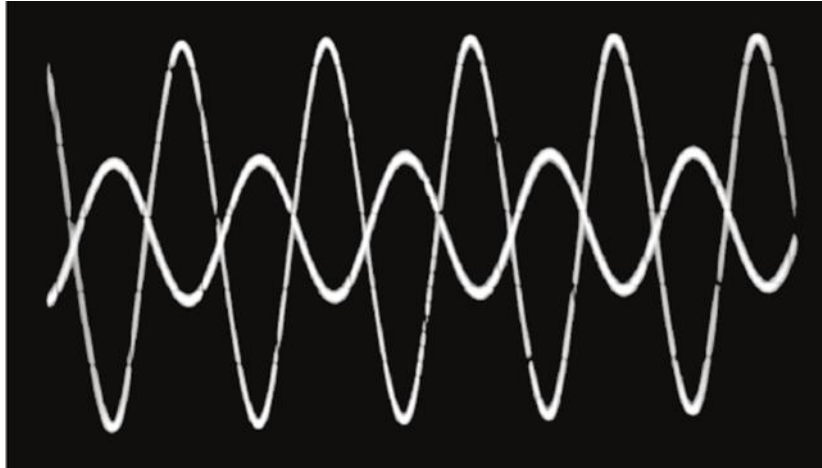

Рис. 18: Сигнал RX (меньшая амплитуда) по сравнению с выходом TX.
1. Проверьте смещение принимаемого (RX) сигнала на выходе предварительного усилителя по сравнению с передаваемым (TX) сигналом, которое составляет примерно 200 градусов. См. рис. 18. Если сигнал RX кажется инвертированным, то, вероятно, вы перепутали соединения катушки RX.